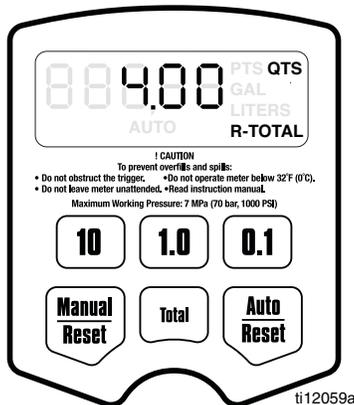

FIG. 31
2. Presione y mantenga presionada la tecla *Total* para ver el valor total reinicializable (FIG. 31).